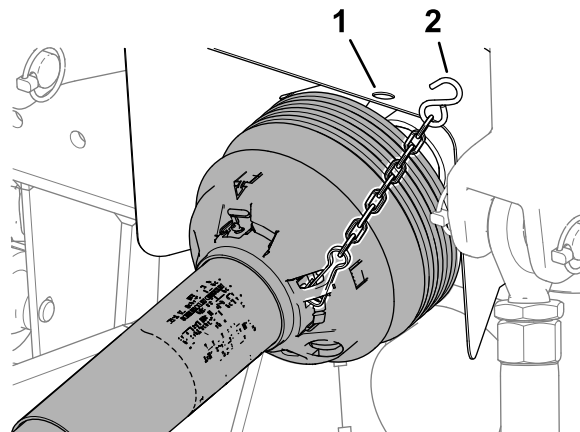

Рисунок 49
5. Отсоедините предохранительную цепь щитка (Рисунок 49) от механизма отбора мощности тягового блока (только для моделей, соответствующих требованиям CE).